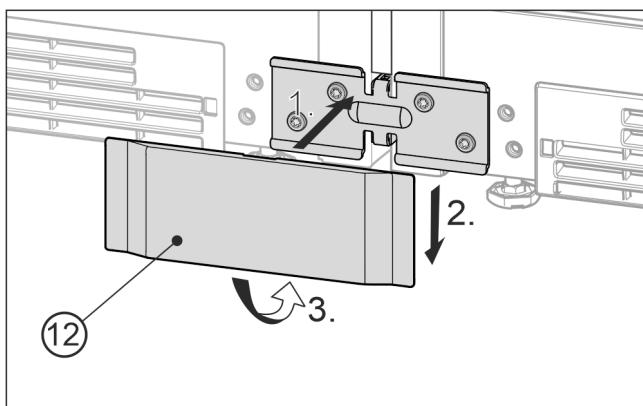

Fig. 24 Примерно изображение
- ▶ Поставете долния капак Fig. 24 (12) отпред върху ъгъла Fig. 24 (1), пълзнете надолу Fig. 24 (2) и го фиксирайте отдолу Fig. 24 (3).